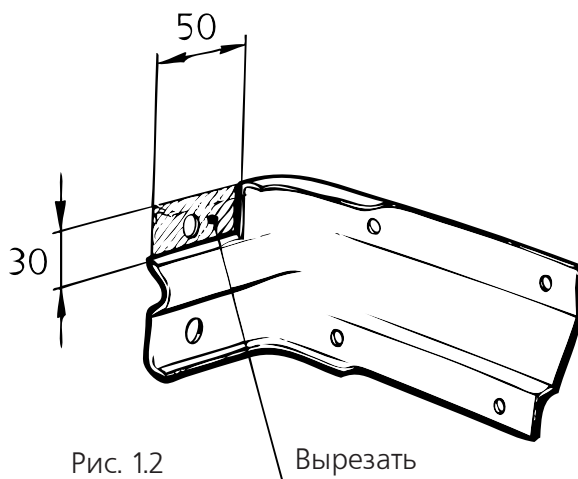

Рис. 1.2
1.4. Вырезать фрагмент кронштейна накладки бампера. (Рис. 1.2).